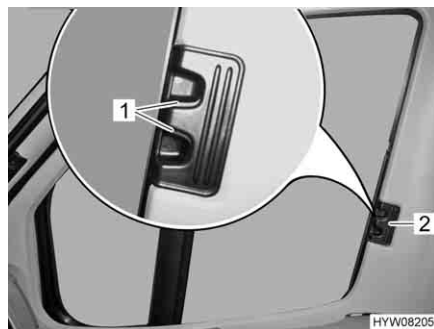

Fig. 57 Tendina oscurante pieghevole per il finestrino del conducente/passeggero
- Premere le maniglie di sbloccaggio (Fig. 57,1) e mantenerle premute.
- Con la levetta (Fig. 57,2) tirare le tendine oscuranti pieghevoli per il finestrino del guidatore e del passeggero verso l'altro lato della finestra e congiungerle alle strisce magnetiche.
- Inserire fino all'arresto le tendine oscuranti pieghevoli per il finestrino del guidatore e del passeggero per la maniglia (Fig. 57,2).
- Rilasciare le maniglie di sbloccaggio (Fig. 57,1) e mantenerle innestate.